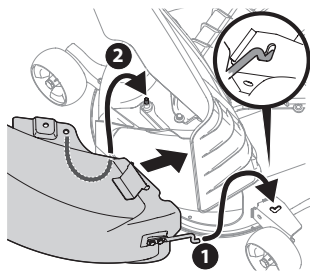

Figure 22
4. Insérez l'extrémité du coude de la goulotte de descente de décharge (1) dans l'orifice prévu à cet effet dans la roue du plateau de coupe, comme illustré dans l'encart de la Figure 22.
5. Faites pivoter la goulotte de décharge de descente vers l'arrière jusqu'à ce que l'orifice du coude de la goulotte de décharge s'aligne sur l'adaptateur du plateau de coupe. Déplacez le coude de décharge vers le bas sur cette broche, comme illustré au numéro 2 de la Figure 22.